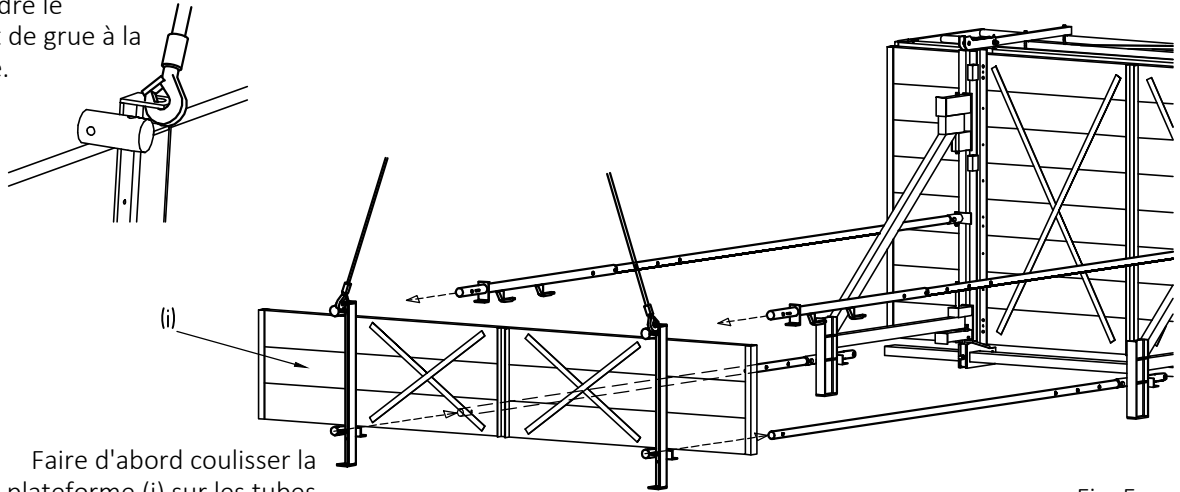

Fig. 5
- Suspendre la plateforme inférieure (i) [n° de pièce 557258] à la grue et la lever légèrement. Faire d'abord coulisser la plateforme inférieure sur les tubes inférieurs, puis les montants de protection latérale dans les douilles supérieures de la plateforme (voir fig. 5).